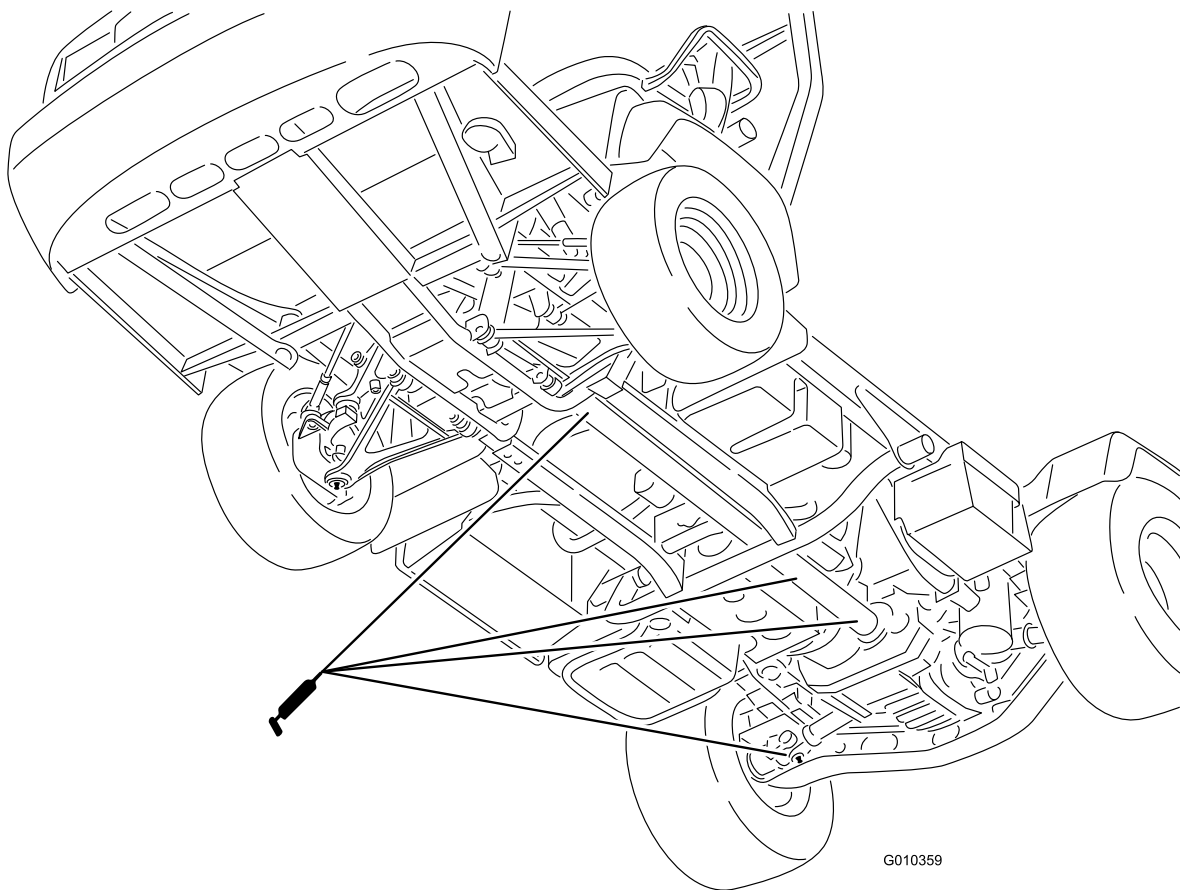

Figura 44
- Articulación en U (18) y árbol de la transmisión a 4 ruedas (3) (Figura 44)